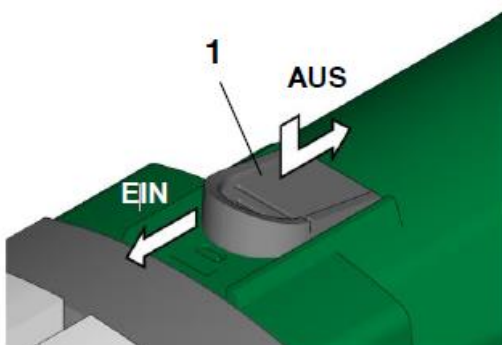

Abb. 6 Ein-/Ausschalten MB 20/2 und MB 20/3
- Zum Starten der Maschine schieben Sie den EIN-Schalter (1) in Richtung Wellenanschluss bis zum Einrasten (siehe Abb. 6).